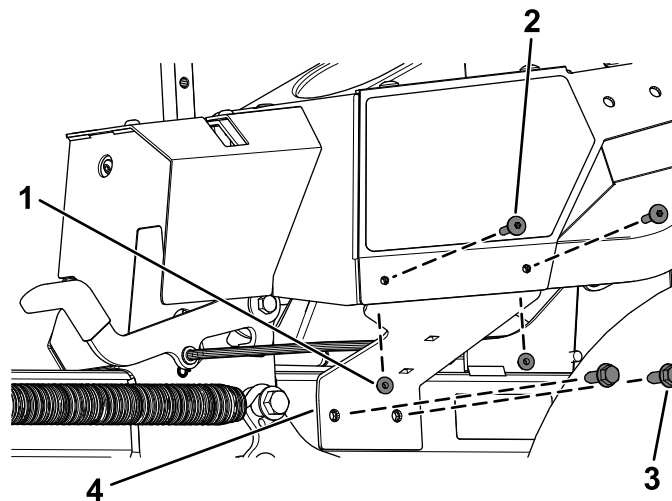

Figure 8
- B. Fixez le support de carénage gauche à l'aide des 2 vis autotaraudeuses neuves ( $\frac{3}{8}$ " x 1") et des 2 vis Torx ( $\frac{1}{4}$ " x 1-5/16") et 2 contre-écrous ( $\frac{1}{4}$ ") retirés précédemment, comme montré à la Figure 8.